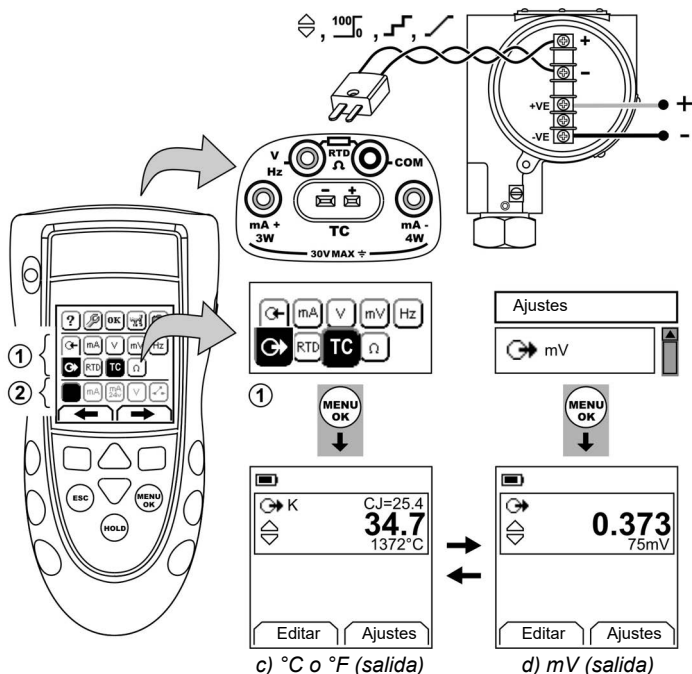

Figura 9: Ejemplo de configuración: Medición/simulación de los valores de temperatura (°C/°F) o de mV de un TC
Conecte los cables del termopar al miniconector del termopar adecuado (Figura 9). La patilla más ancha es el polo negativo. A continuación, conecte el conector al instrumento.
1. Conecte el instrumento (Figura 9) y, si es necesario, ajuste la opción *Configurar* (Tabla 1).